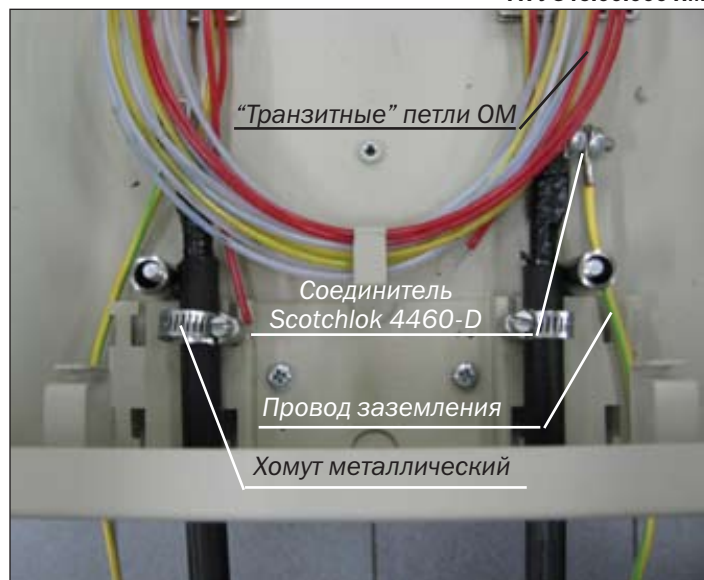

Рисунок 5.4 – Укладка “транзитных” петель ОК внутри шкафа
- установить на бронепокров соединитель Scotchlok 4460-D и подключить к нему перемычку, оснащенную наконечниками кабельными; другой конец перемычки подключить к шине защитного заземления (см. *рисунок 5.4*).